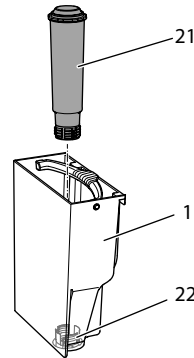

Fig. 15: Montaggio e smontaggio del filtro dell'acqua
- Rimuovere il filtro dell'acqua (vedere Fig. 15 a pagina 125).
9. Installare un filtro nuovo nel serbatoio dell'acqua (vedere Fig. 15).
3. Rimuovere il filtro dell'acqua (vedere Fig. 15).